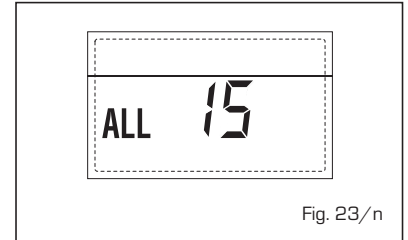

Fig. 23/n
- **ANOMALÍA SONDA EXTERNA "PARRPDEANT"** (fig. 23/p)